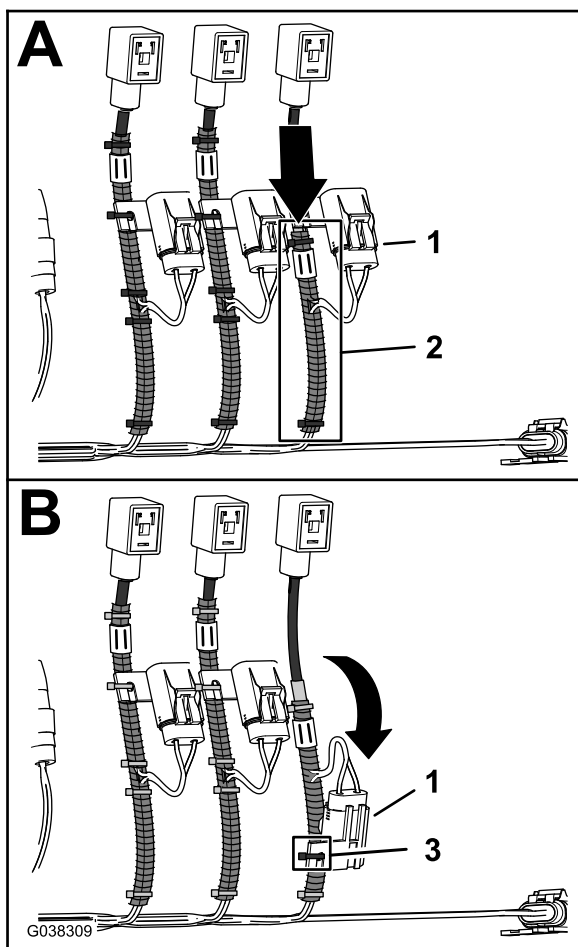

Figura 31
- 3. Posizionate il tubo corrugato verso la diramazione principale del cablaggio preassemblato, come illustrato nella Figura 31.
- 4. Allineate il portafusibili in linea al tubo corrugato, come illustrato nella Figura 31 e fissate il portafusibili al tubo con una fascetta per cavi.